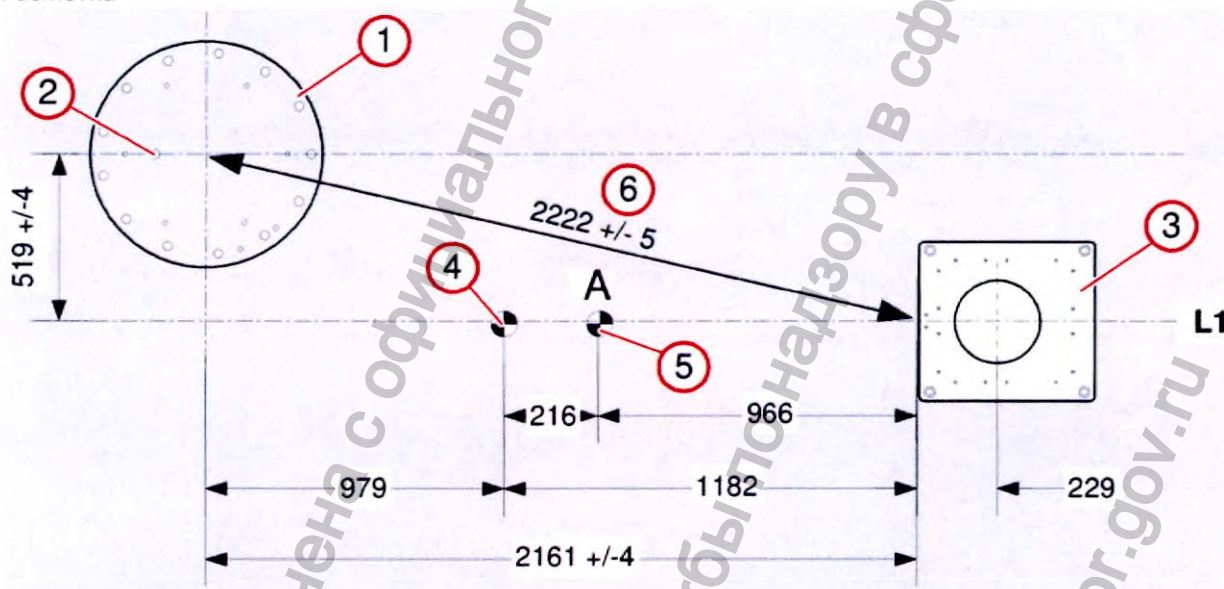
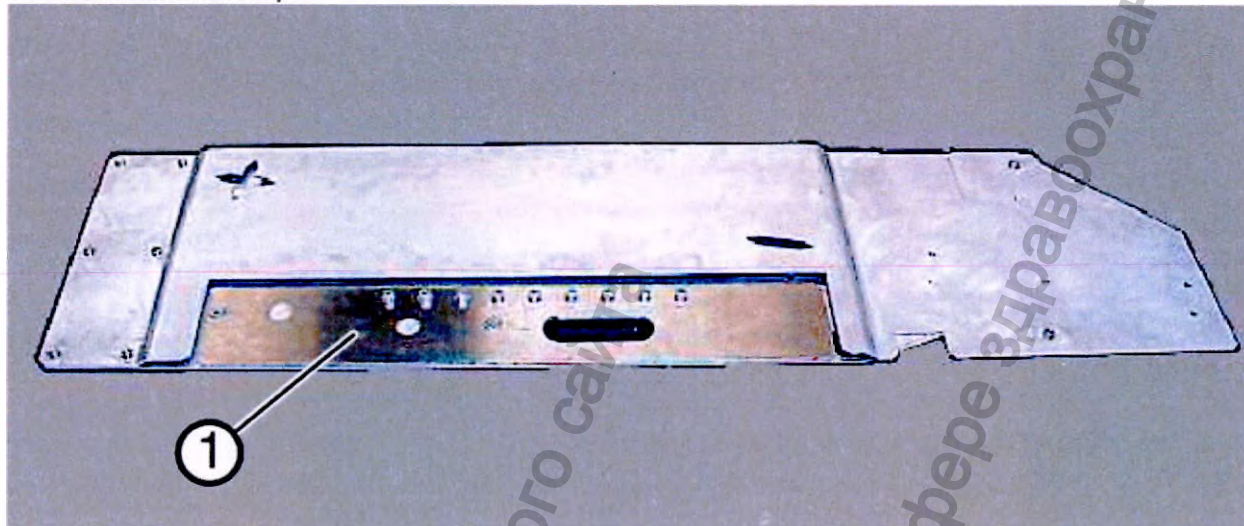
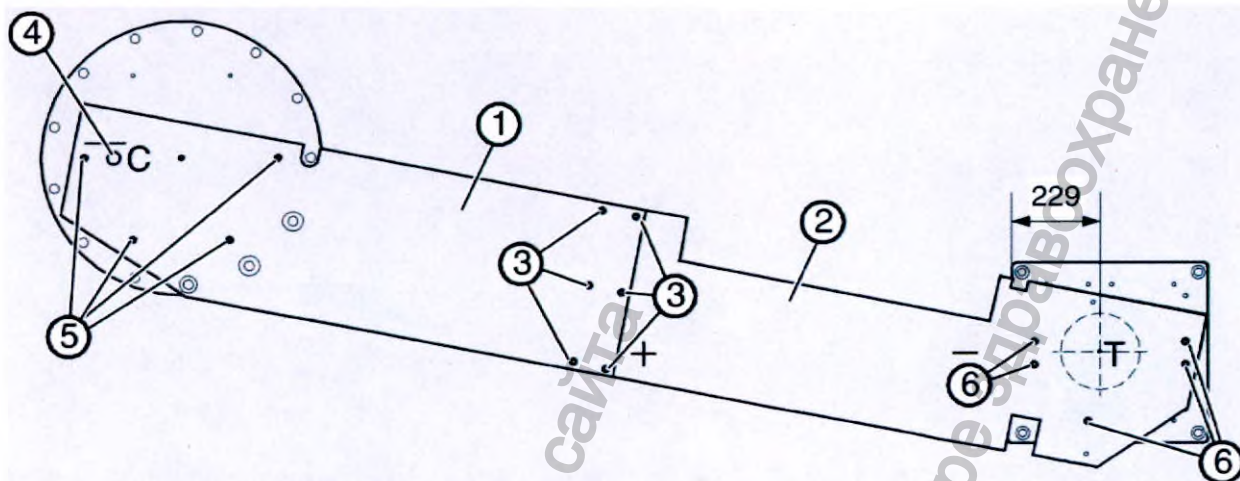

Рис. 1: Разметка
Рис. 2: Установочный калибр
Рис. 4: Размещение установочного калибра
- Нанесите на пол следующие отметки в соответствии с Планом проекта и Рис. 1:
- Если установочный калибр не используется: Изоцентр для напольного штатива в головном положении Рис. 1 (4)
Отметка A Рис. 1 (5)
Установочный калибр необходим для выравнивания монтажных пластин Рис. 2. Установочный калибр состоит из трех алюминиевых пластин, которые поставляются скрепленные болтами.
Установочный калибр прикручивается к монтажным пластинам напольного штатива и стола с помощью винта, которым крепится пластина Рис. 2 (1) (Рис. 4.)
Пластина Рис. 2 (1) предназначена для выравнивания потолочных продольных направляющих штатива при двухпроекционной системе и не нужна для системы «Artis one».
Соберите две части установочного калибра Рис. 4 (1, 2) с помощью винтов и прикрепите его к монтажным пластинам напольного штатива и стола. При этом необходимо следить за тем, чтобы направляющее отверстие С в установочном калибре (Рис. 4 (4)) совпадало с направляющим отверстием С в монтажной пластине (Рис. 1 (2)).